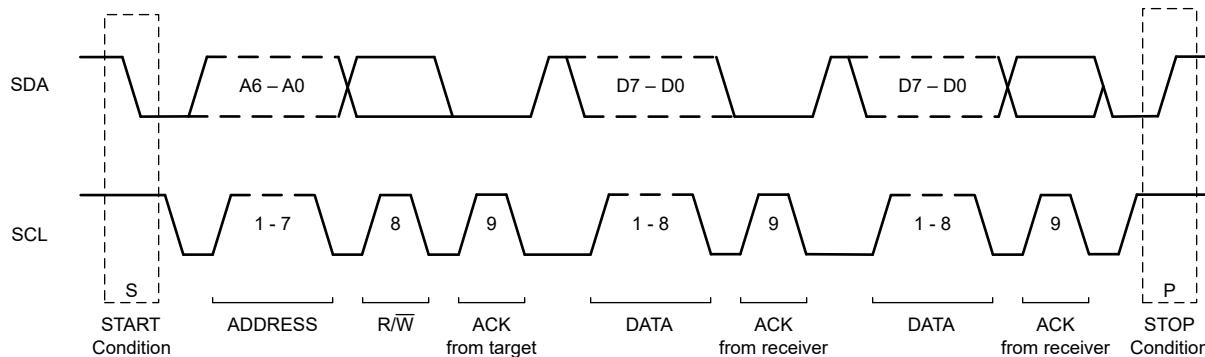

図 7-15. I2C データ転送のフォーマット
図 7-15 は、データ転送の代表的なフォーマットを示したものです。コントローラは、START (S) コンディションを生成することで ADS1x2C14 とのすべてのトランザクションを開始します。SCL が high の状態で SDA ラインが high から low に遷移すると、START コンディションが定義されます。START 条件の後、バスはビジー状態とみなされます。